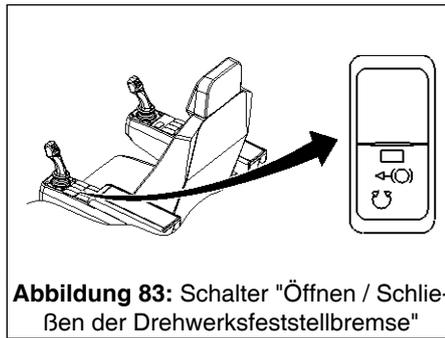

Abbildung 83: Schalter "Öffnen / Schließen der Drehwerksfeststellbremse"
- Drehwerksfeststellbremse: statische Haltebremse, federbelastet, zum Öffnen / Schließen des Drehwerkes. Diese Bremse wird über den in Abb. 83, Seite 172 dargestellten Schalter betätigt.